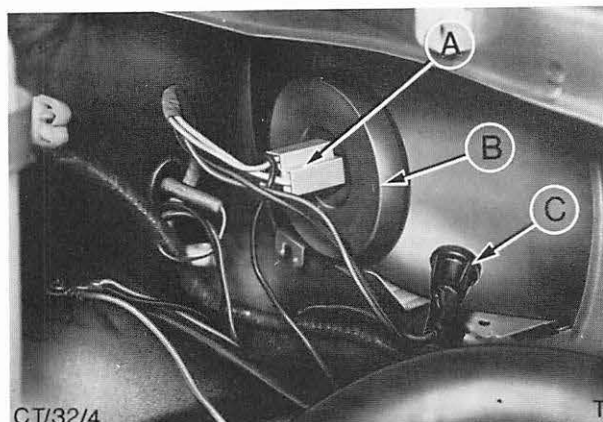

Abb. 6 A = Mehrfachstecker am Kabelstrang
2. Im Motorraum Mehrfachstecker von Scheinwerfer-Glühlampe abziehen. Abb. 6.